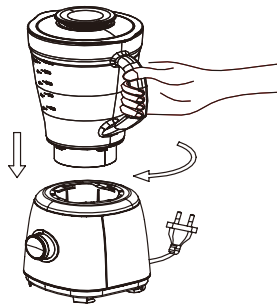

Fig 2
2. Helyezze a kehelyt az alapba (5) majd óramutató járásával ellentétes irányba forgassa el. További információt a "Biztonsági reteszelő rendszer" c. Fejezetben talál. (Fig 2)